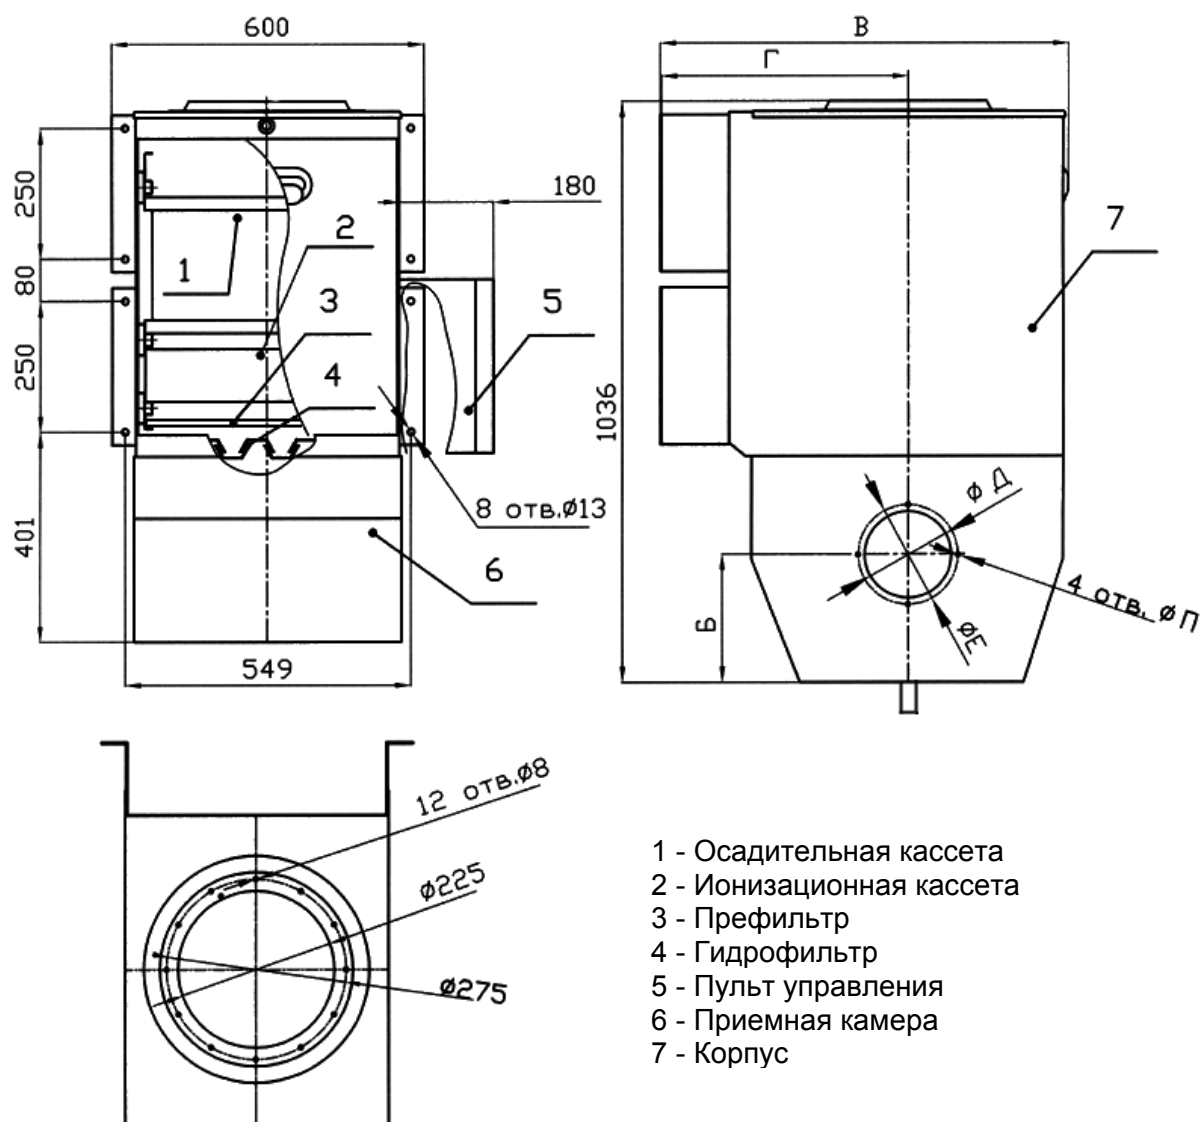

Рис. 4
4.1. Габаритные и присоединительные размеры для фильтров EFO-2000-5C и EFO-3000-6C указаны на рис. 4; остальное в табл. 1.